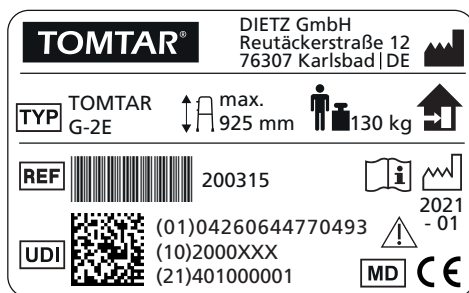

Abb.7
Bei dieser Einstellung ist das Gehgestell beweglich, d.h. beim Gehen werden die beiden Seitenrahmen wechselseitig nach vorne verschoben (Abb. 7, Kapitel 4.2).
4. Nun können Sie eine Seite des Gehgestells ein Stück weiter nach vorne abstellen (1, Abb. 7), indem Sie diese leicht anheben.
6. Wenn alle vier Beine des Gehgestells sicher auf dem Boden stehen, können Sie mit dem Fuß, der sich neben der eben bewegten Seite befindet, einen Schritt nach vorne machen (2, Abb. 7).
Auf der nächsten Seite finden Sie eine Tabelle, die alle Symbole und Informationen des Typenschildes (Abb.7) im Detail erläutert. Auf dem Typenschild ist auch die Seriennummer Ihres Hilfsmittels zu finden.